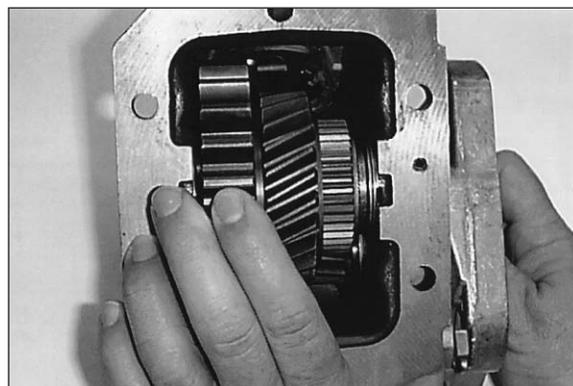

Fig. 4
5. Facendoli oscillare, inserire con la mano l'ingranaggio conduttore della presa di forza nella trasmissione e quello condotto nella presa di forza. L'oscillazione degli ingranaggi offre due vantaggi importanti (**fig.4**).